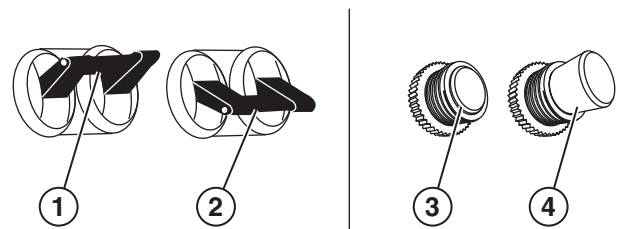

Figura 16 – Disyuntores
1. Compruebe que los disyuntores estén configurados adecuadamente (vea la *Figura 16*).